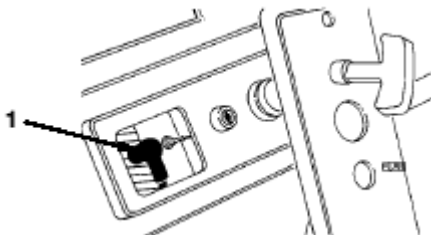

图20
- 5、拔下火花塞导线。（图20）
- 1、取下坚固控制面板的三个螺栓。(图20)
- 3、取下紧固控制面板的3个螺栓。（图20）